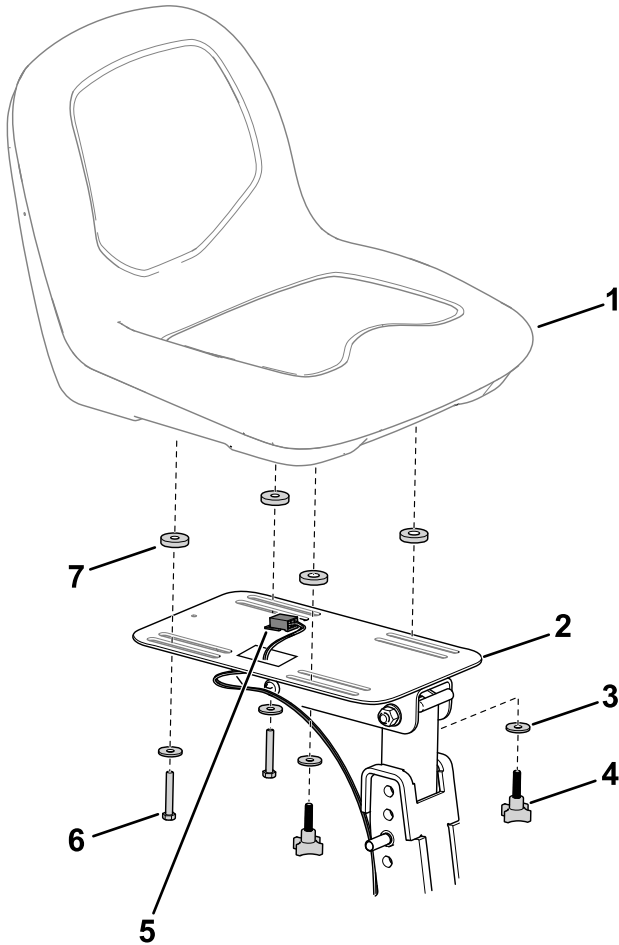

Figura 16
1. Desenchufe el conector del arnés de cables (Figura 16) del asiento.
4. Instale el conector del arnés de cables (Figura 16) al asiento.
5. Utilice los herrajes retirados anteriormente (Figura 16) para fijar el asiento y el protector térmico al soporte del asiento.
2. Retire los herrajes que fijan el asiento al soporte del asiento (Figura 16) y retire el asiento.